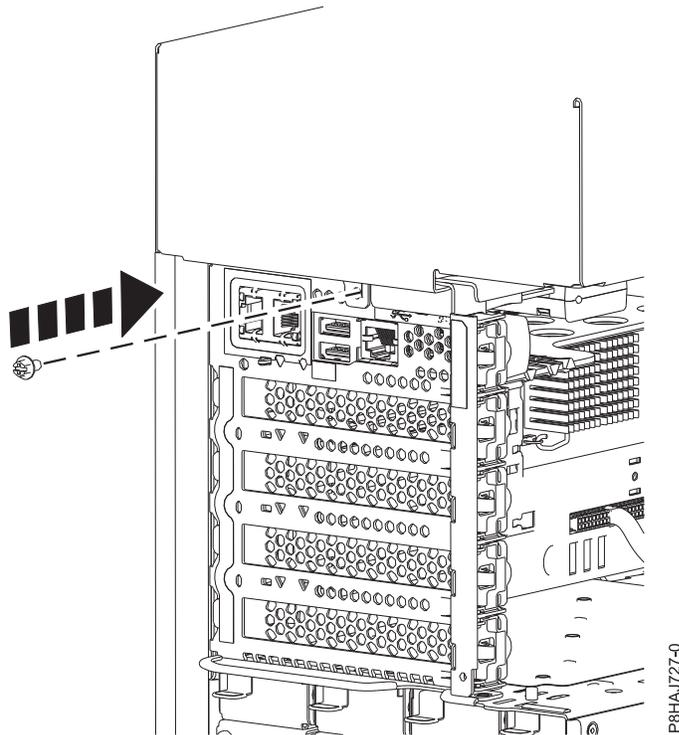

図 143. 8286-41A サイド・カバーねじの取り付け
5. プラスのねじ回しを使用して、サイド・カバー後部ねじを取り付けます (図 143 を参照)。